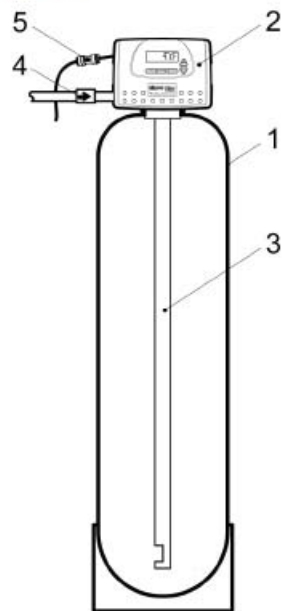

Рис.1
6.1 Системы серии EMS F серии «OXIDIZER» (Рисунок 1) состоят из: